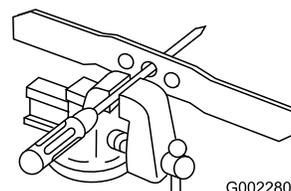

Figura 28
1. Verifique o equilíbrio da lâmina colocando o orifício central sobre um prego ou a haste de uma chave de fendas, presos na horizontal num torno (Figura 28).